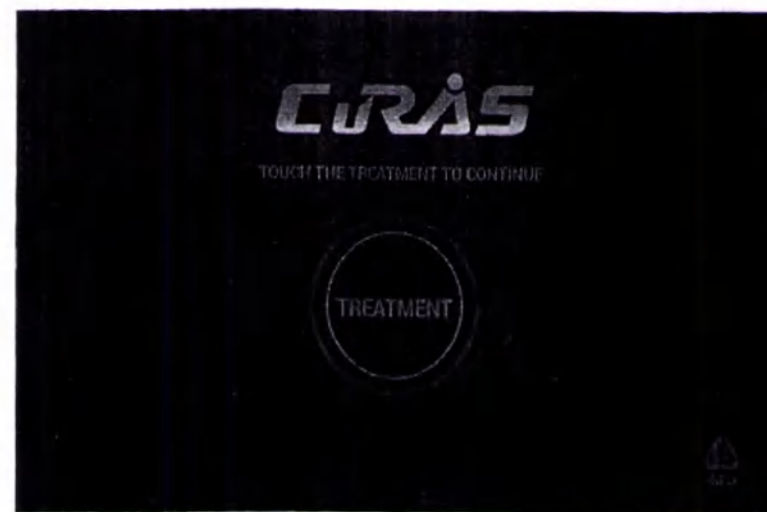

Рисунок 29 – Главный экран системы
- При включении системы через несколько секунд на ЖК экране появится приветственное сообщение с наименованием системы CuRAS на Главном экране (рисунок 29).
- Выберите кнопку «TREATMENT» (Экран конфигурации) на Главном экране системы, чтобы перейти к соответствующему режиму экрана (рисунок 29).